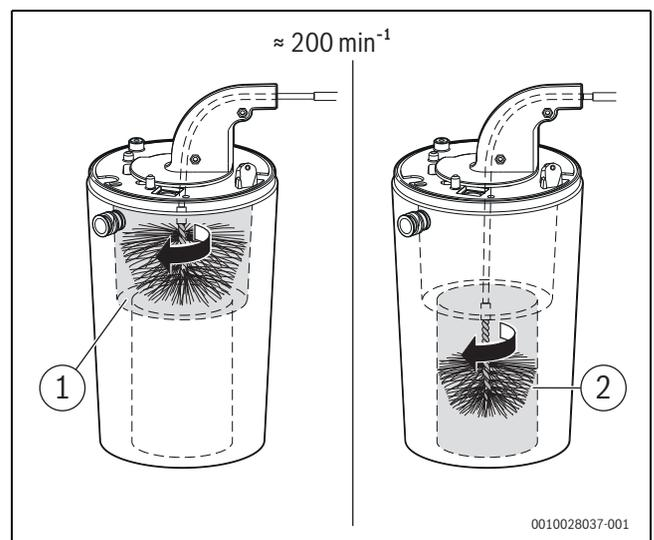

Bild 68 Wärmeblock reinigen (ca. 200 min-1, nur Rechtslauf)
- ▶ Mit kleiner Bürste für den unteren Bereich wiederholen (→ Bild 68, [2]).